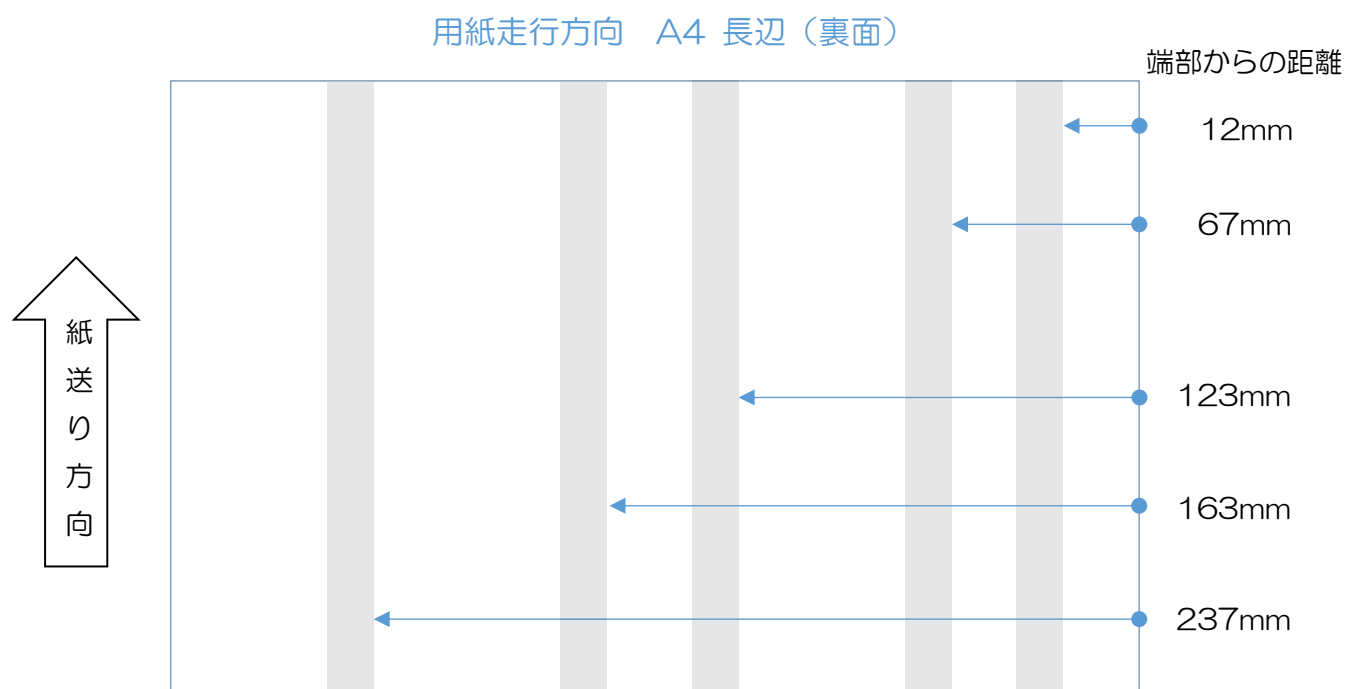

図 2 スキャン印刷物の印字汚れ事例
■ローラー清掃手順 ②
ローラー清掃手順 ①を実施しても、原稿に図 2 のような帯状（10mm 幅）の汚れが発生した場合は、白紙を用いてクリーニングを行います。